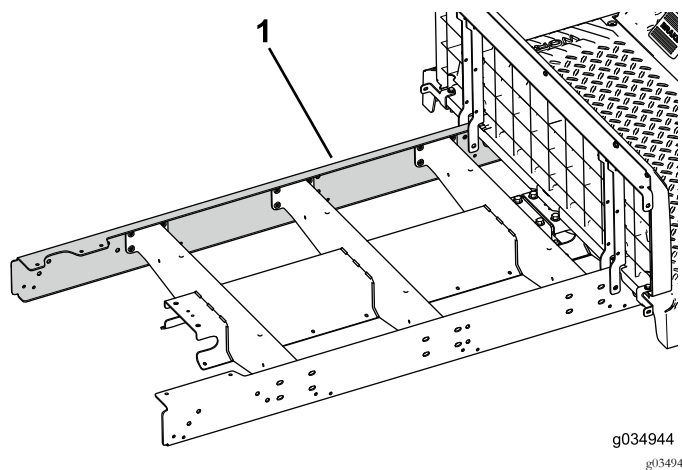

Figure 25
- Fixez légèrement le longeron d'extension du côté gauche de la machine (Figure 25).